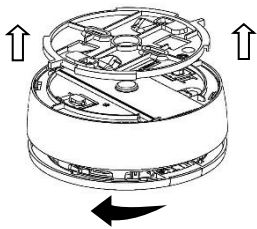

Figura 9
9. Para instalar el detector en el soporte de montaje, alinear el soporte con la base de la unidad, introducir los ganchos de la base en los orificios del soporte y girar el detector en sentido horario (*ver la Figura 9*).